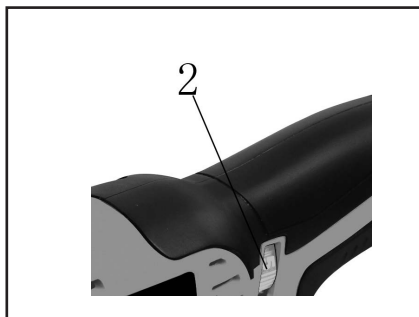

rys. 5
- ✿ Aby narzędzie włączyć należy przesunąć wyłącznik (1) w kierunku do przodu narzędzia (rys. 5).
- ✿ Aby narzędzie wyłączyć należy przesunąć wyłącznik w kierunku do tyłu narzędzia (rys. 5).
2. Położyć na podłodze kawałek płytki posadzkowej (1) około 1/2" (25 mm) od obramienia drzwiowego (2)
3. Ustawić narzędzie z tarczą (3) w taki sposób, aby dotykało lekko powierzchni płytki i aby zęby tnące NIE DOTYKAŁY powierzchni ciętej.
4. Ustawić najwyższe obroty i włączyć narzędzie (rys. 5 i 6)
3. Umieścić tarczę tnącą (2) bezpośrednio przy podłodze na środku jednej z linii cięcia.
4. Ustawić średnie obroty i włączyć narzędzie (rys. 5 i 6).
2. Przyłożyć puszkę do ściany i miękkim ołówkiem obrysować wymagany otwór o kształcie prostokąta (1)
3. Umieścić krawędź tnącą tarczy (2) bezpośrednio przy ścianie na środku jednej z linii cięcia.
4. Przełączyć wyłącznik w pozycję **WŁĄCZONE** w sposób pokazany na rys. 5.
2. Ustawić regulator obrotów na 4 i przełączyć wyłącznik w pozycję **WŁĄCZONE** w sposób pokazany na rys. 5 i 6.